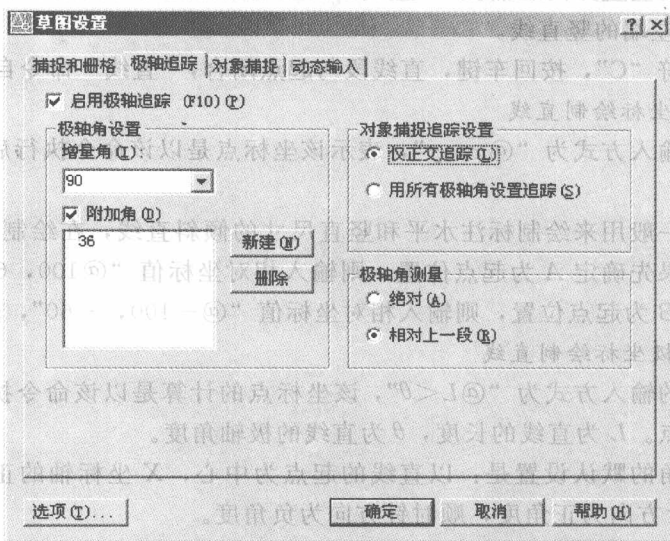

图 1-9 设置“相对上一段”及追踪角度
(1) 打开状态栏中的“极轴”、“对象捕捉”、“对象追踪”按钮开关，将极轴“增量角”设为 90° ，“附加角”设为 36° ，如图 1-9 所示。